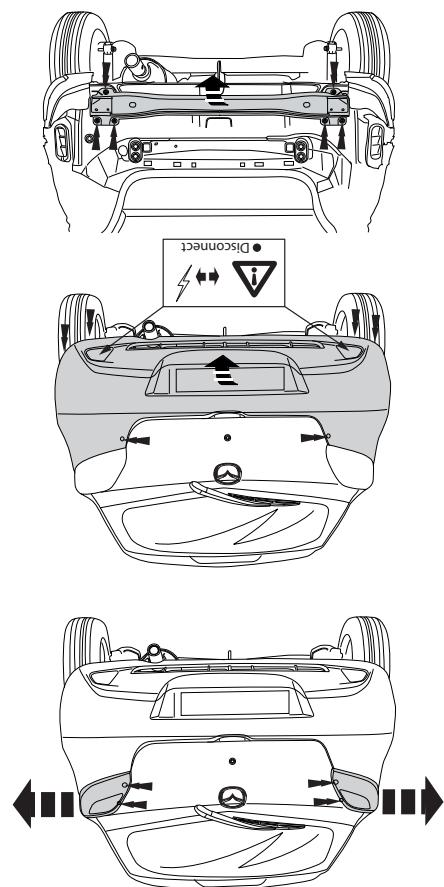

Fig. 1
1. Die Stoßstange einschließlich des stählernen Stoßbalkens vom Fahrzeug abmontieren. Der Stoßbalken wird nicht mehr benötigt. Siehe Abbildung 1.
1. Déposer le pare-chocs du véhicule y compris la traverse en acier la tra- verse ne sera plus utilisée. Voir la figure 1.
ver overfreldig. Se fig. 1.